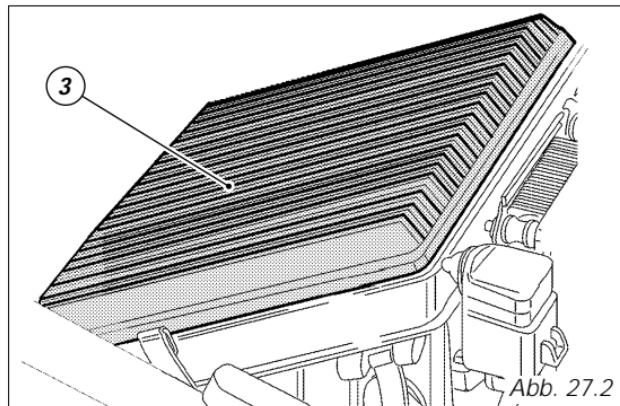

Abb. 27.2
Die Befestigungsklammern (1) des Deckels an beiden Seiten des Filterkasten aushaken, dann den Deckel (2) abnehmen. Den Filtereinsatz (3, Abb. 27.2) entfernen und austauschen.